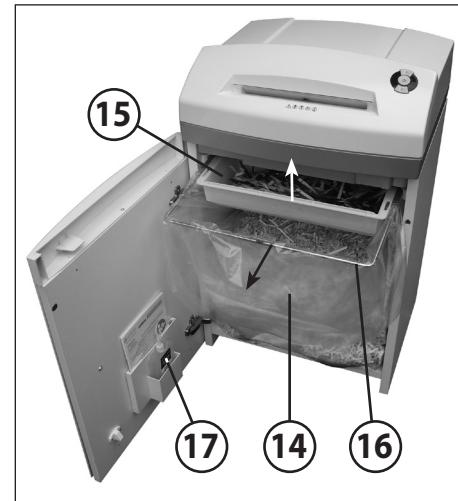

Fig. 4
- 14 = Saco recolector para papel (Fig. 4)
- 15 = Recipiente recolector de CD/DVD (Fig. 4)
- 16 = Bastidor del saco (Fig. 4)
- 17 = Botellita de aceite (Fig. 4)
PARA PAPEL (Fig. 4):
CÓMO VACIAR EL RECIPIENTE RECOLECTOR PARA CD/DVD (Fig. 4):
Abra la puerta. El indicador de control (8) se enciende y el indicador piloto (9) del pulsador de retroceso (4) así como el indicador de control (7) parpadean. Tome la botellita de aceite (17) (Fig. 4) situada en el soporte de la puerta y vuelva a cerrar la puerta.